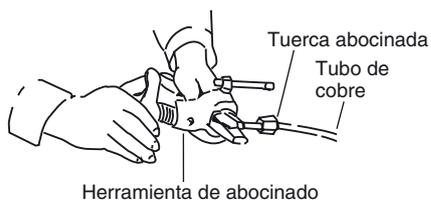

Fig. 5-3
- (3) Extraiga la tuerca abocardada de la unidad y asegúrese de montar la en el tubo de cobre.
- (4) Abocardé el extremo del tubo de cobre con una herramienta de abocardado. (Fig. 5-3)